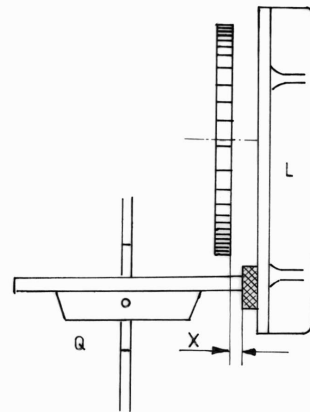

Abb. 23: Absägen kleiner Teile.
- Das erste zu montierende Teil sind die Dollendreiecke (DD). Da es in diesem Falle 16 Stück sind, lohnt sich eine Kleinserienfertigung: Ein Stab, dessen Querschnitt die Form des Dreiecks hat - oder mehrere solcher Stäbe bilden das Rohmaterial. Die Faserrichtung muß allerdings quer zum Stab liegen. Jetzt braucht man nur noch Scheiben zu schneiden. Damit die Scheibchen nicht aussplintern und vor allen Dingen nicht wegfliegen, wird die jeweilige Einstellung an einem Hilfsstück vorgenommen (Abb. 23). Zum Aufkleben dient Ponal. Zur Anwendung dieses Leims ist noch zu sagen, daß es viel Mühe spart, wenn man nach einigen Minuten Abbindezeit den herausgequetschten Leim abkratzt. Das gilt besonders für kleinere Objekte.